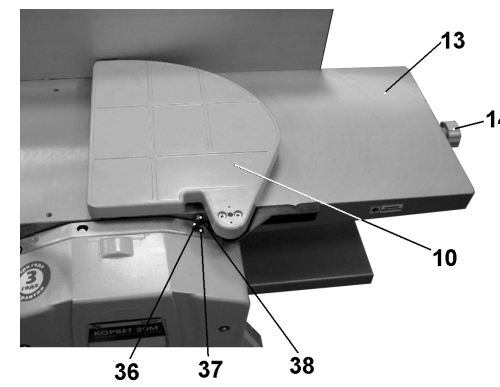

Рис. 11
11.2. Переоборудуйте станок для выполнения строгания. Выберите соответствующую глубину строгания по шкале (37), для чего поворотом маховика (14) установите высоту стола подачи (13); установите защитную планку (10), Рис.11.